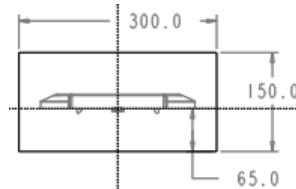

图 27.3 截面草图
Step4. 创建坯料特征。单击 **模具** 功能选项卡 **形状** 区域中的 **拉伸** 按钮。系统弹出“拉伸”操控板; 在绘图区中右击, 选择快捷菜单中的 **定义内部草绘...** 命令。系统弹出“草绘”对话框, 然后选择 **MOLD_RIGHT** 基准平面作为草绘平面。草绘平面的参考平面为 **MOLD_FRONT** 基准平面, 方位为 **左**, 单击 **草绘** 按钮, 系统进入截面草绘环境。进入截面草绘环境后, 选取 **MOLD_FRONT** 基准平面和 **MAIN_PARTING_PLN** 基准平面为草绘参考, 然后绘制图 27.3 所示的截面草图, 完成截面草图的绘制后, 单击工具栏中的“确定”按钮 。选取深度类型并输入深度值: 在操控板中选取深度类型 **尺寸**, 再在深度文本框中输入深度值 **240.0**, 并按 **Enter** 键, 在“拉伸”操控板中单击 按钮, 则完成实体拉伸特征的创建。